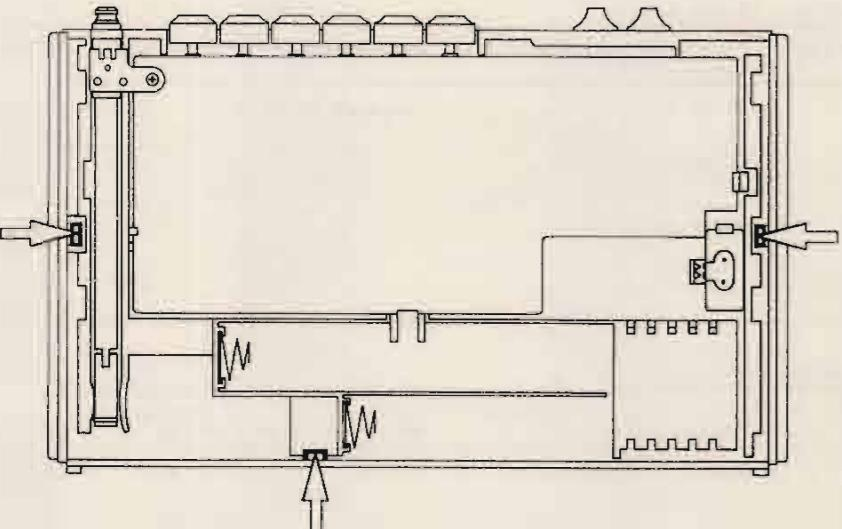

Abb. 2
- Nach Entriegeln der 3 Rasthaken im Pfeilrichtung (siehe Abb. 2), kann das Chassis aus dem Gehäusevorderteil gehoben werden.